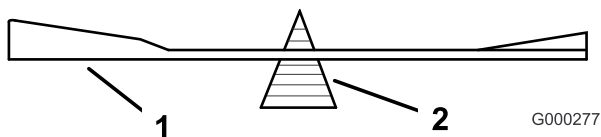
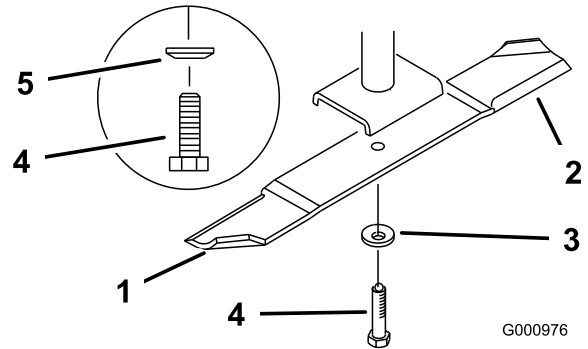

Figure 62
Figure 63
2. Retirez le boulon, la rondelle élastique et la lame de l'axe (Figure 63).
2. Vérifiez l'équilibre de la lame en la plaçant sur un équilibreur (Figure 62). Si la lame reste horizontale, elle est équilibrée et peut être utilisée. Si la lame est déséquilibrée, limez un peu l'extrémité de la partie incurvée seulement (Figure 63). Répétez la procédure jusqu'à ce que la lame soit équilibrée.
1. Placez la lame sur l'axe (Figure 63).
2. Installez la rondelle élastique et le boulon de la lame. Le cône de la rondelle élastique doit être dirigé vers la tête du boulon (Figure 63). Serrez le boulon à 115–150 Nm (85–110 pi-lb).